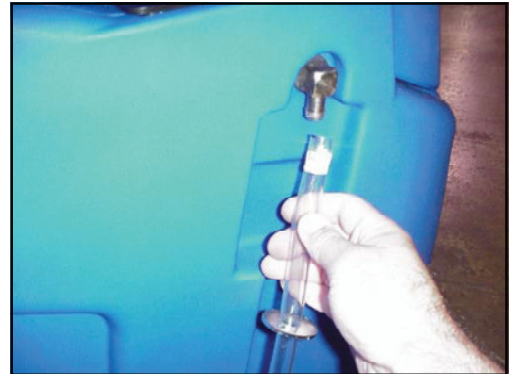

Рисунок 38
1. Отсоедините шланг визуального датчика от верхнего фитинга (см. рис. 38).